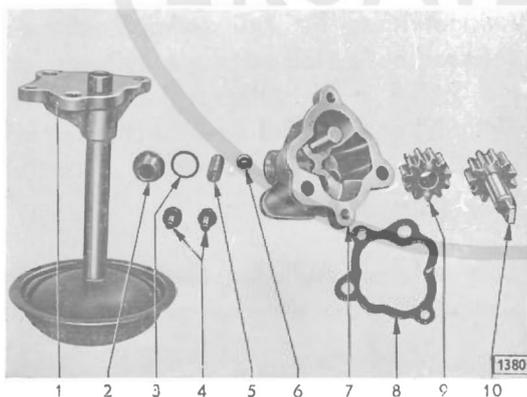

Bild 138 - Einzelteile der Ölpumpe
1. Ölpumpe zerlegen und alle Teile (Bild 138) in Benzin reinigen.
2. Einzelteile (Bild 138) auf möglichen Verschleiß überprüfen, wenn erforderlich, ersetzen.